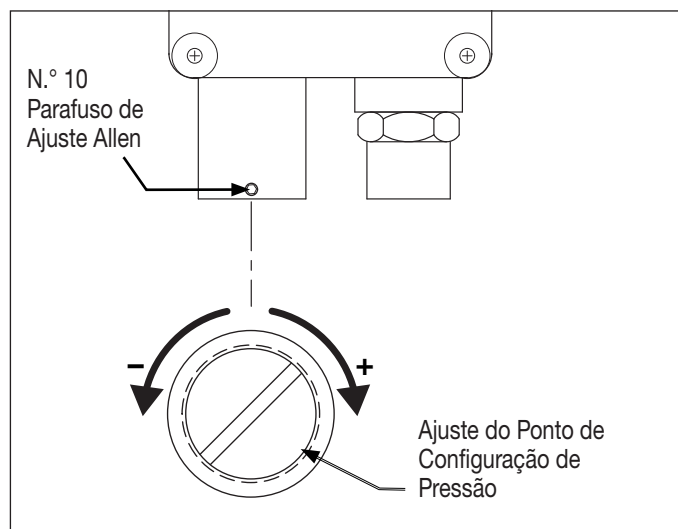

Figura 12: Ajuste da Configuração do Pressostato
4. Afrouxe o parafuso de ajuste do pressostato com uma chave Allen n.º 10. Veja a Figura 12.
5. Coloque a alavanca da válvula de controle na posição de avanço (A).
7. Usando uma chave de fenda chata, gire o parafuso de ajuste do pressostato no sentido horário para aumentar a configuração do interruptor e no sentido anti-horário para diminuí-la. Veja a Figura 12. Verifique se o interruptor abre e o motor da bomba para na configuração de pressão desejada.